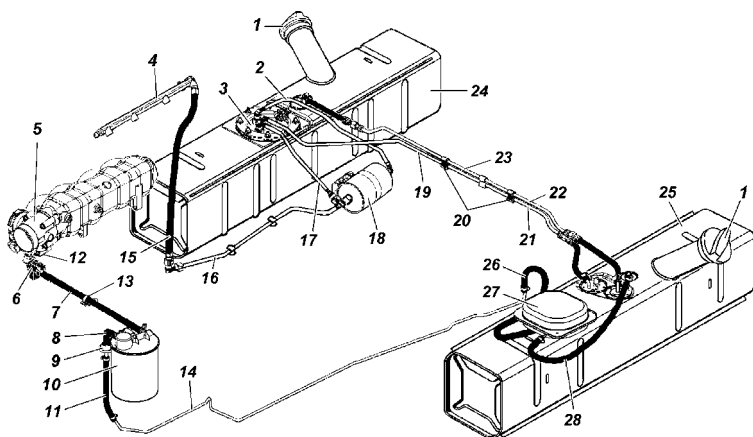

Рис. 9.9. Схема системы питания двигателя топливом:
Топливные баки 24, 25 (рис. 9.9). Обслуживание топливных баков заключается в периодической промывке фильтра топливного модуля (правый бак) и промывке самих баков.
-откройте люк в полу кузова над топливным модулем 3, отверните болты крепления сепаратора 27 (рис. 9.9), выньте его и отсоедините от него шланги;
Топливный модуль 3 (рис. 9.9) погружного типа, включающий в себя электробензонасос, сетчатый фильтр, струйный насос, регулятор давления и датчик указателя уровня топлива.